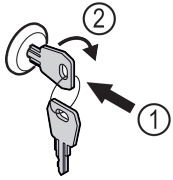

Fig. 52
- ▶ Sleutel erin duwen Fig. 52 (1).
- ▶ Sleutel 90° rechtsom draaien Fig. 52 (2).